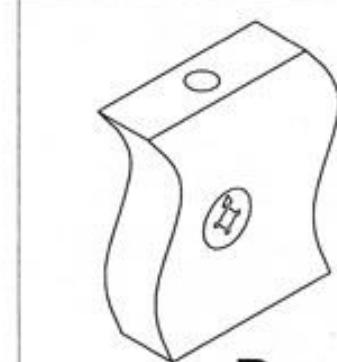
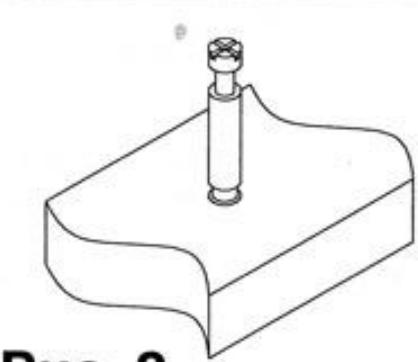

Рис. 1
Рис. 2
1. Прибить подпятники (6) при помощи гвоздей к боковинам 2 и 4. Далее прикрутить направляющие (7) при помощи евровинтов (8) в детали 2, 4, 6, причем на деталь 6 направляющие (7) прикручиваются с обоих сторон (со второй стороны направляющие прикручиваются саморезами (5). Вставить стяжки-растекс (9) в детали 2 и 4, и стяжки-растекс (3) в стойки 6 (см. рис. 1). После этого забить шканты (1) в детали 2, 3, 4 и 6. Соединить боковины 2 и 4
3. Сборка ящиков. Присоединить к задней стенке ящика 8,9 по две боковины 7 при помощи евровинтов . Забить в нижние торцевые отверстия боковин 7 шканты (1). Вставить стяжки-растекс (3) в отверстия
диаметром 15 мм боковин ящиков 7(см. рис.1) Далее закрутить дюбеля стяжек-растекс (4) в пластиковые муфты передних панелей ящиков 10, 11 и 12 (см. рис.2). Соединить передние панели ящиков 10, 11 и 12 с боковинами 7
2. Закрутить в пластиковые муфты столешницы 1 дюбеля стяжек-растекс (4) (см. рис.2) . Соединить столешницу 1 с каркасом стола каркас стола (детали 2, 3, 6). Фиксацию стяжек-растекс (3), (9) произвести путем поворота их по часовой стрелке.